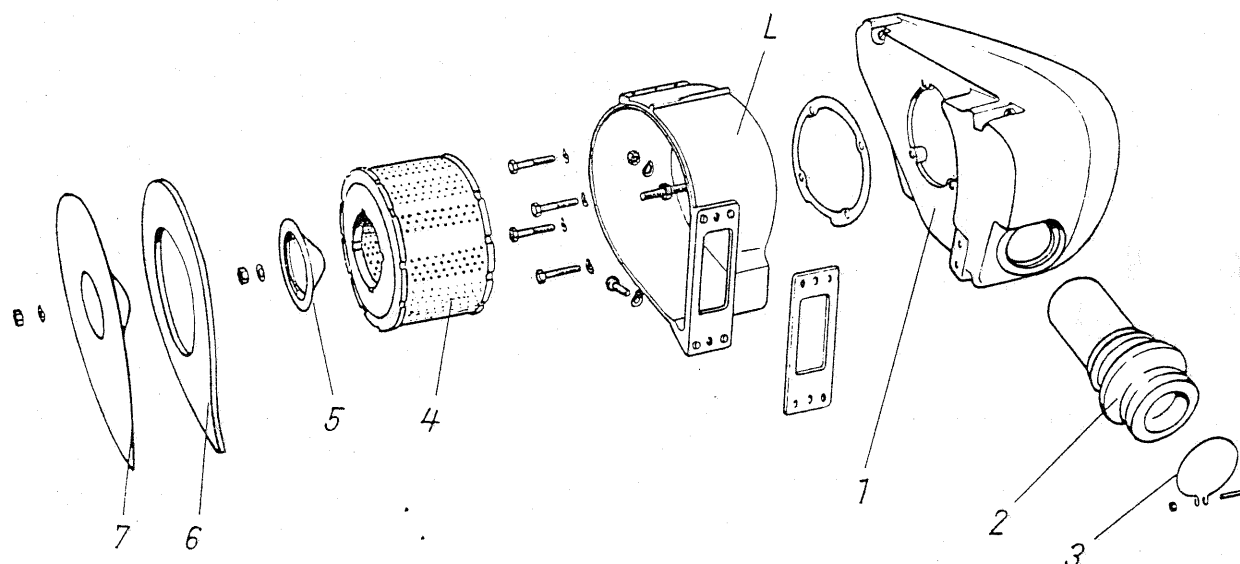
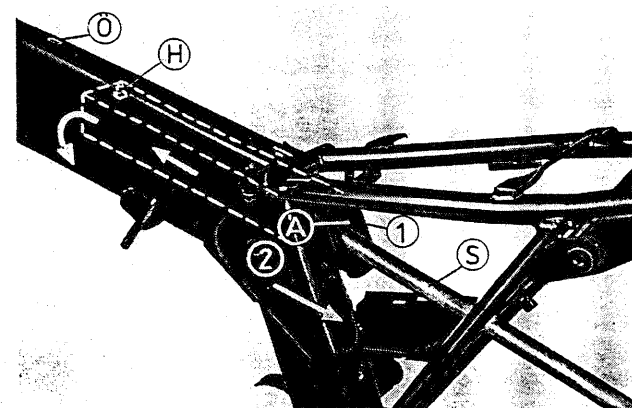

Fig. 113. Amortisseur de bruits d'admission et filtre à air
Fig. 114. Montage du tube d'admission
aspiré par l'orifice (A) du tube d'admission (1) (voir fig. 114). Le tube d'admission sert à l'amortissement de bruits et à calmer l'agitation d'air. Après avoir quitté le tube d'admission, l'air reflue dans le longeron de cadre et entre dans le boîtier de filtre à air (L à la fig. 113) étanchement vissé avec le tube de cadre.
Le tuyau souple d'admission (1) qui sert également à l'amortissement de bruits (fig. 114) est fixé au longeron de cadre, en arrière, directement dans la découpe en tôle à l'aide d'une rainure dans le tampon-caoutchouc. Un bossage à l'extrémité avant du tuyau souple (H) tient le dernier dans l'orifice (O) du longeron de cadre.
Celui-ci est centré sur l'une face frontale dans le boîtier et sur l'autre par un embouti (5) qui est fixé sur un boulon fileté (fig. 113).